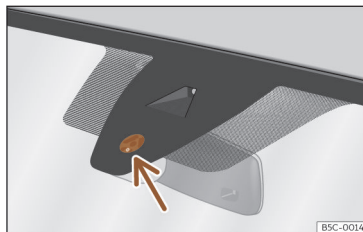

Fig. 109 Superfície sensível do sensor de chuva.
As possíveis causas de anomalias e interpretações erróneas *na zona da superfície sensível* >>> **Fig. 109** do sensor de chuva são, entre outras:
- **Sujidade:** o pó seco, a cera, o revestimento dos vidros (efeito lótus) ou os restos de detergente (lavagem automática) podem diminuir a eficácia do sensor de chuva ou fazer com que reaja mais tarde, mais lentamente ou que não funcione. Limpe regularmente a superfície sensível do sensor de chuva >>> **Fig. 109** (seta) e verifique possíveis danos nas escovas.